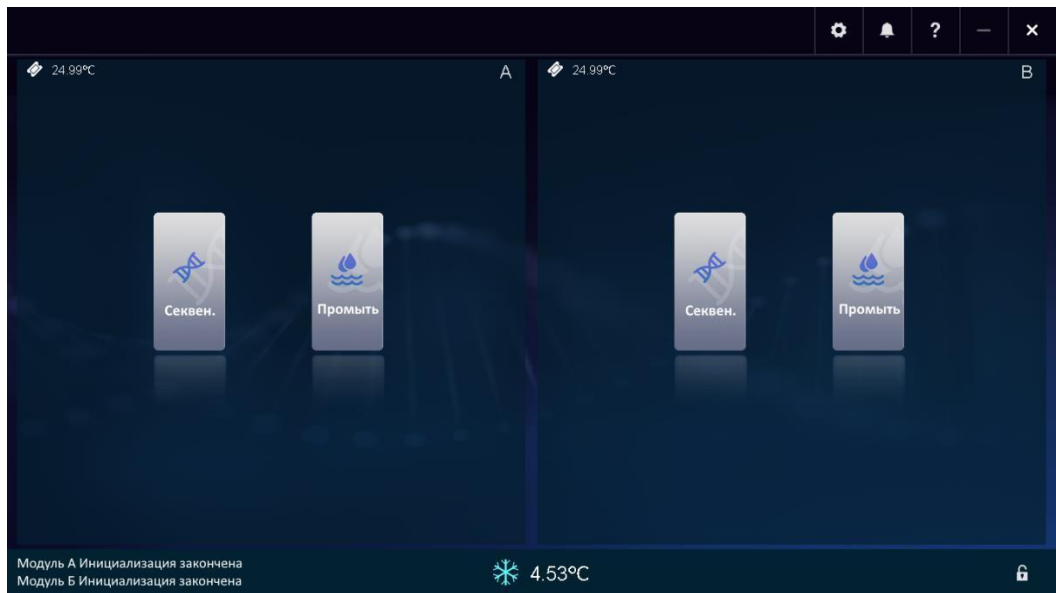

Рисунок 43. Главный экран управляющего программного обеспечения
- ◆ Нажмите на кнопку «Промыть» на главном экране программного обеспечения, чтобы перейти в окно выбора режима промывки (рис. 43).